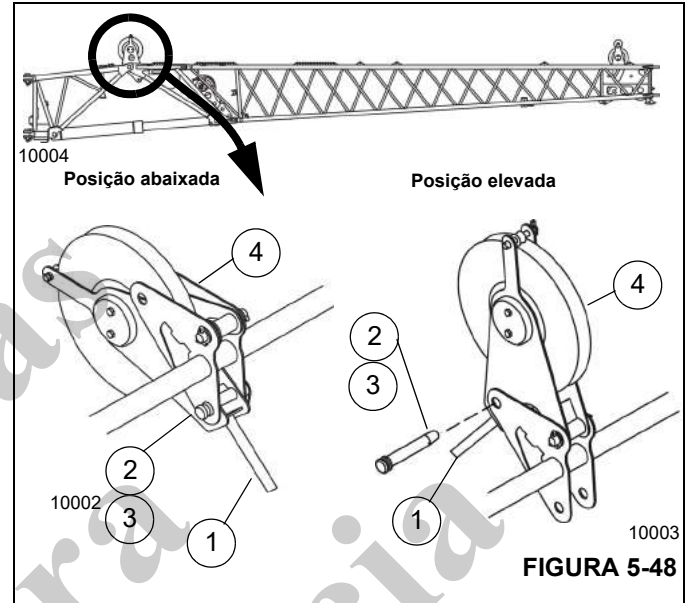
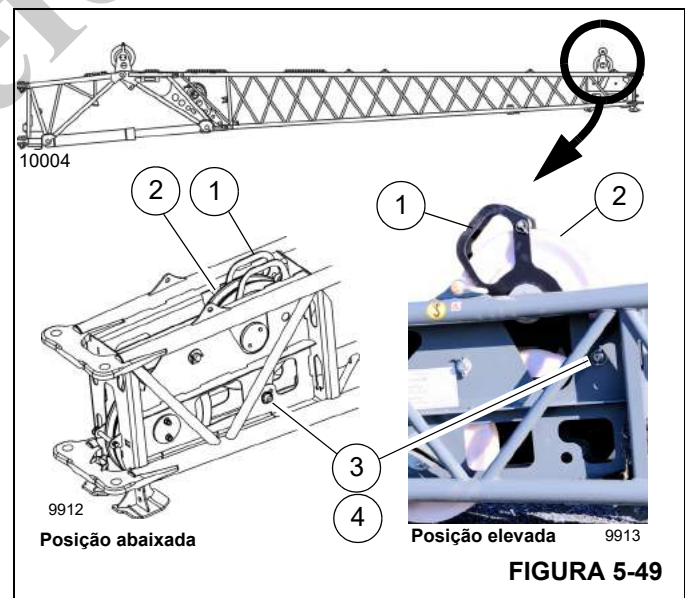

FIGURA 5-48
FIGURA 5-49
- a. Segure a alavanca (1, Figura 5-48) e remova o grampo de retenção (2) e o pino (3).
- b. Eleve o mastro (4). Certifique-se de que os orifícios dos pontos de conexão estejam alinhados.
- c. Insira o pino (3). Prenda o pino com o grampo de retenção (2).
- a. Segure a alavanca (1, Figura 5-49) do conjunto de polias do mastro (2). Remova o grampo de retenção (3) e o pino (4).
- b. Eleve o conjunto do mastro (2) até que os orifícios de conexão estejam alinhados.
- c. Insira o pino (4) e prenda com o grampo de retenção (3).
- b. Abaixar o mastro (4). Certifique-se de que os orifícios dos pontos de conexão estejam alinhados.
- a. Segure a alavanca (1, Figura 5-49) do conjunto de polias do mastro. Remova o grampo de retenção (3) e o pino (4).
- b. Abaixar o conjunto do mastro (2) até que os orifícios de conexão estejam alinhados.